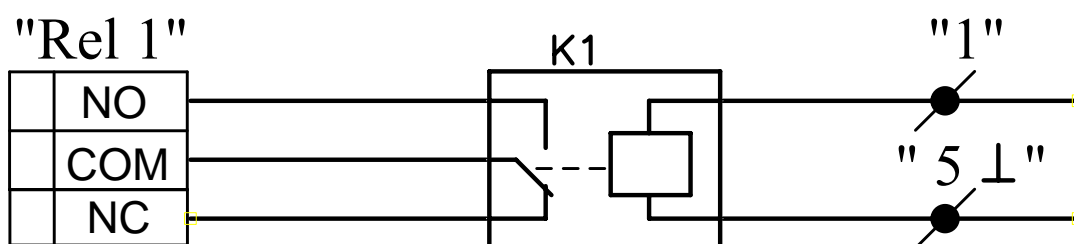

Рис. 1
1.3 БР состоит из четырех реле, каждое из которых может функционировать как нормально замкнутое (NC) или нормально разомкнутое (NO) в зависимости от подсоединения к соответствующим контактам клеммников. Функциональная схема БР приведена на рис. 1.
4.4 Функционирование каждого реле определяется активностью подключенного к ее входу выходного ключа БВВ и выбором соответствующего контакта реле: нормально-замкнутого (NC), либо нормально-разомкнутого (NO) – см. рис. 1.